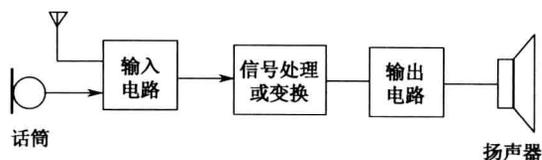

图 1-4 信号处理电路
(2) 实现信息的传递与处理。典型的例子有电话、收音机、电视机等，如图 1-4 所示。接收天线把载有语言、音乐、图像信息的电磁波接收后，通过电路把输入信号（又称激励）变换或处理为人们所需要的输出信号（又称响应），送到扬声器或显像管，再还原为语言、音乐或图像。